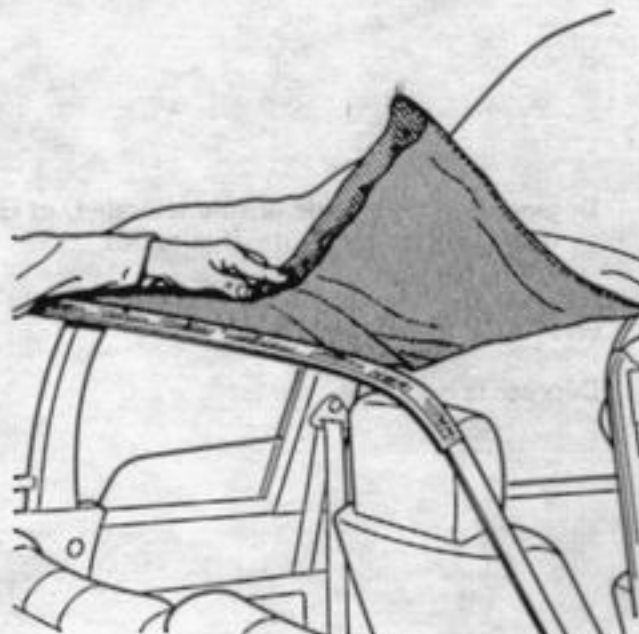

Figure 27
- Décoller la doublure sur l'arceau AR, (figure 27)